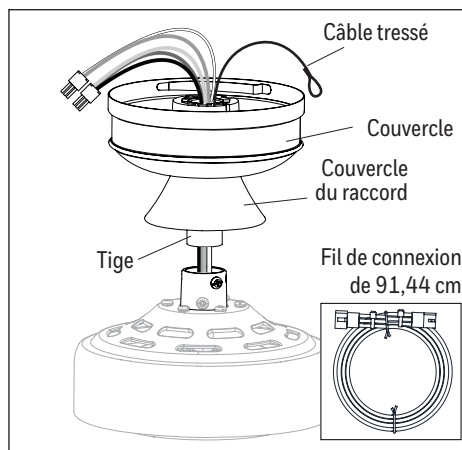

Figure 3.2
2. Insérez la tige dans le couvercle, puis dans le couvercle du raccord. Faites passer les fils et le câble tressé qui sortent du ventilateur dans la tige, puis dans la boule de la tige. Selon la longueur de la tige que vous utilisez, vous devrez peut-être utiliser les fils de connexion de 91,44 cm pour adapter une tige de 91,44 cm ou de 121,92 cm (vendue séparément). Au besoin, branchez le connecteur à 3 broches et à 3 broches partant du centre de la tige sur une extrémité des fils de connexion de 91,44 cm. **Remarque :** La tige incluse avec ce ventilateur n'utilisera pas les fils de connexion de 91,44 cm (Figure 3.2).